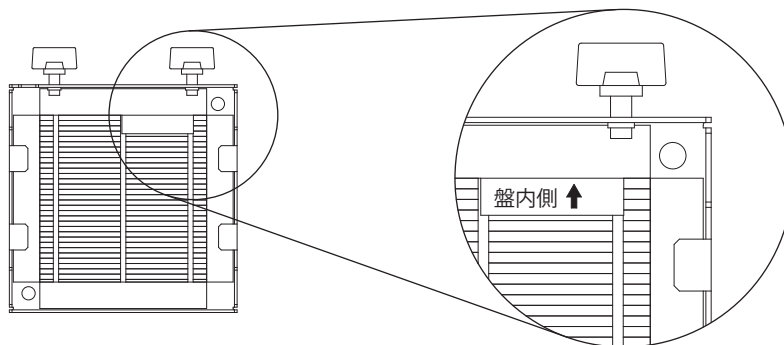

図3
- ・塩害用フィルタは、キャビネット内側から「盤内側」表示ラベルが右上部に見えるように取り付けてください。十分な塩分低減効果が得られません。(図3)